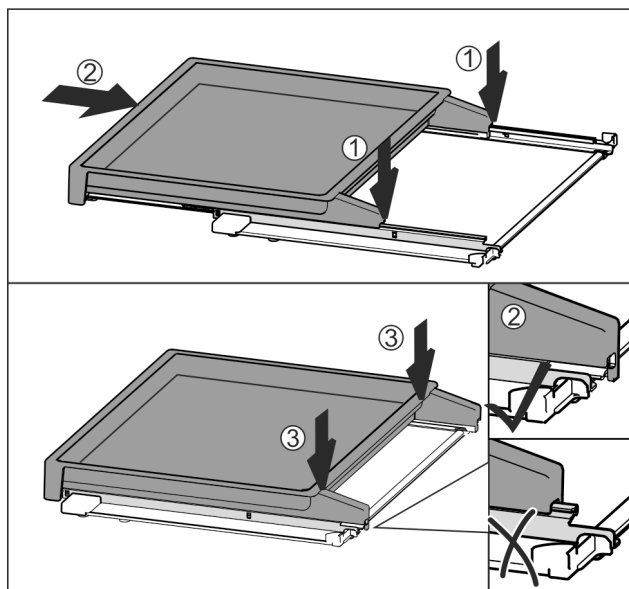

Fig. 113
- ▶ Nasaďte uprostřed na kolejničky Fig. 113 (1).
- ▶ Vysouvací přihrádku zcela zasuňte Fig. 113 (2).
- ▶ Zatlačte pak na zadní straně, až slyšitelně zacvakne Fig. 113 (3).